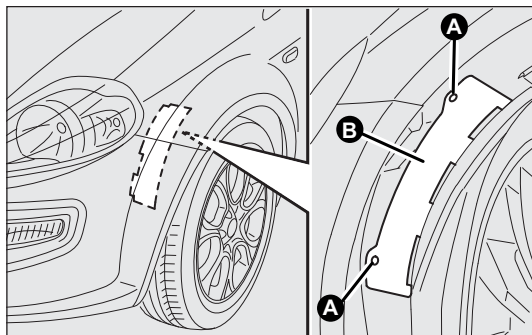

fig. 163
Delanteros fig. 163
- ☐ afloje los dispositivos de bloqueo A-fig. 163, a continuación, extraiga la tapa de acceso B;
- ☐ monte la tapa B-fig. 163 y, a continuación, apriete los dispositivos de bloqueo A.